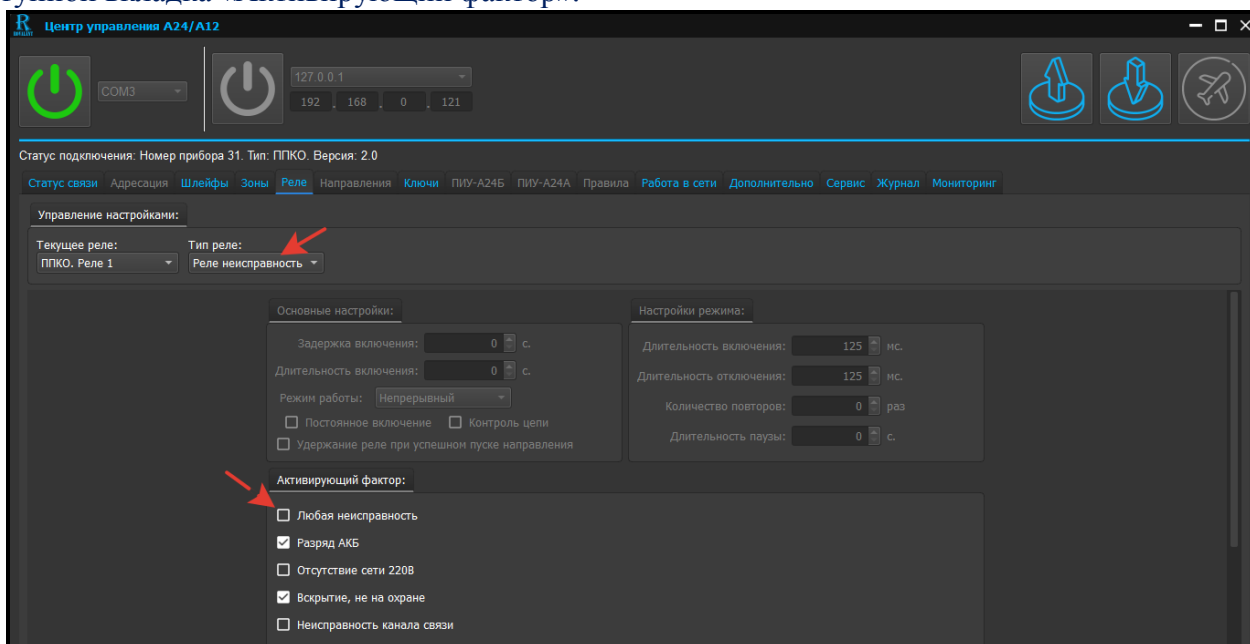

Рис. 40. Скриншот окна редактирования реле типа «Реле неисправность»
4.4.2 Редактирование параметров реле типа «Реле неисправность» (см. рисунок 40)